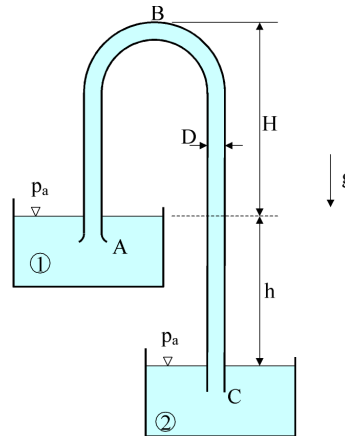

Figura 4.4: Sifón
Se utiliza el sifón de sección uniforme y diámetro D de la figura 4.4 para drenar agua del depósito (1) al depósito (2). En el supuesto de que los depósitos sean muy grandes se pide determinar en función de los datos del problema, teniendo en cuenta las pérdidas por rozamiento y descarga en C: